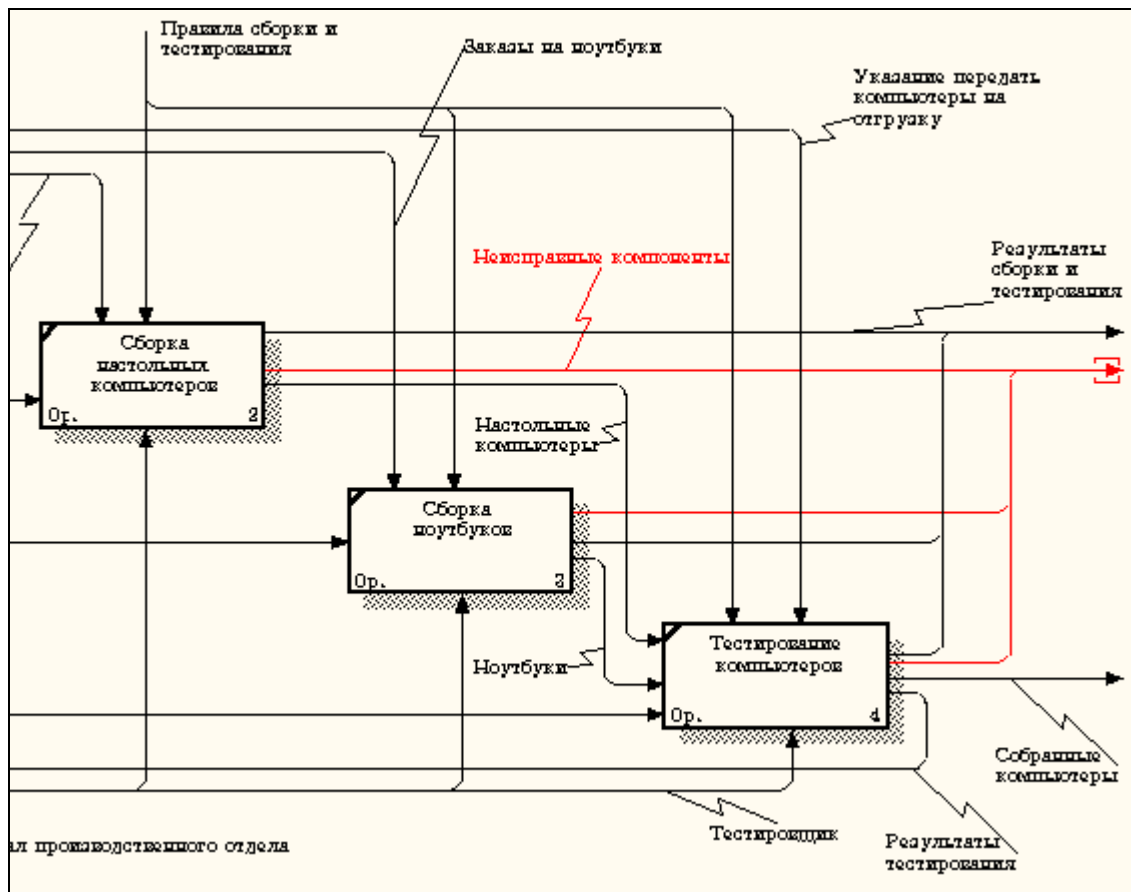

Рисунок 5.5 – Граничная стрелка выхода от работ "Сборка настольных компьютеров", "Тестирование компьютеров" и "Сборка ноутбуков"
- 4 Создайте в модели "Сборка и тестирование компьютеров" новую стрелку "Неисправные компоненты". На диаграмме A0 это будет граничная стрелка выхода, на диаграмме A0 - граничная стрелка выхода от работ "Сборка настольных компьютеров", "Тестирование компьютеров" и "Сборка ноутбуков" (рисунок 5.5).